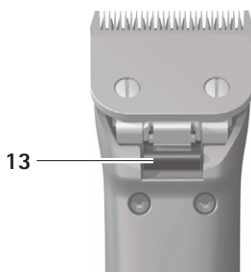

Fig. 4
- Tryk på låsen til klippehovedet 14 se Fig. 4.